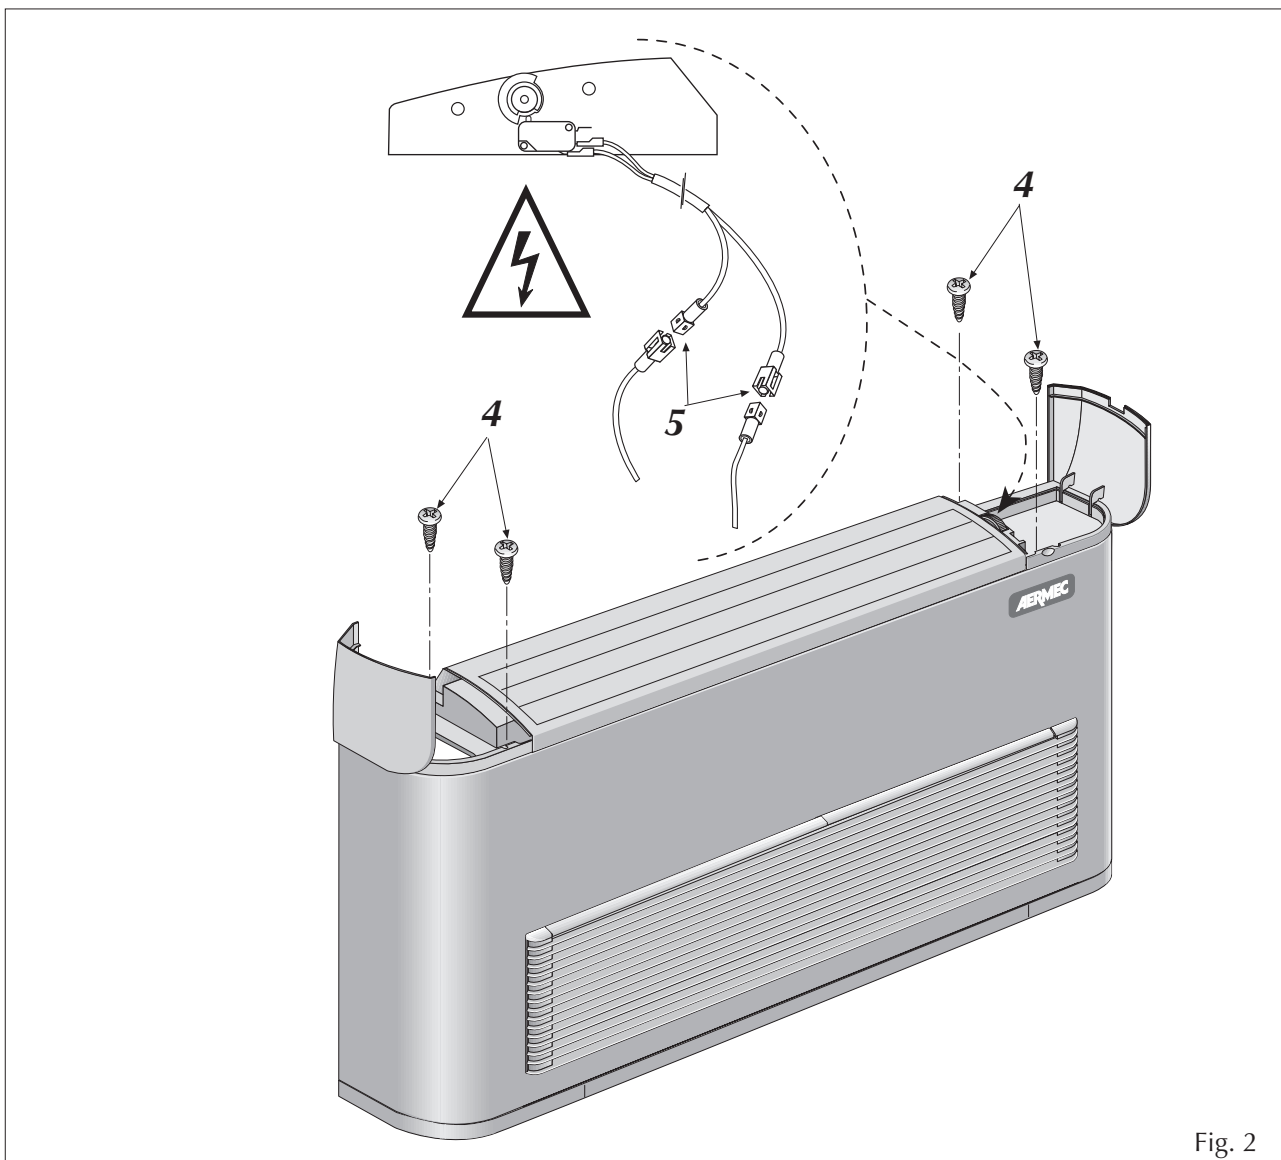

Fig. 2
- collegare il microinterruttore MS di alimentazione (5 fig. 2), quindi fissare con le 4 viti (4 fig. 2).
- connect the power supply microswitch MS (5 fig. 2), then fasten with the 4 screws (4 fig. 2).
- connecter le microinterrupteur MS d'alimentation (5 fig. 2) et fixer avec les 4 vis (4 fig. 2).